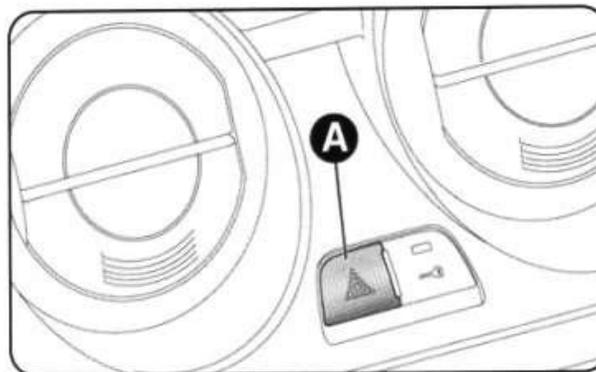

рис. 41
**ОРГАНЫ УПРАВЛЕНИЯ****АВАРИЙНАЯ СВЕТОВАЯ СИГНАЛИЗАЦИЯ (рис. 41)**